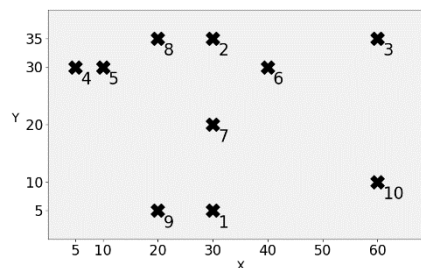

Abbildung 1: Layout mit Koordinaten (Längeneinheiten) der Halle (graue Fläche) und Maschinen (nummerierte Kreuze)
Die Koordinaten bzw. Anordnung der einzelnen Maschinen (nummerierte Kreuze) in einem Hallenlayout (graue Fläche) kann Abbildung 1 bzw. der bereitgestellten Datei *machine_positions.txt* entnommen werden. Die gesamte Fläche ist befahrbar und es befinden sich keine statischen oder dynamischen Hindernisse im Layout.
- Die Maschinen sind dimensionslos, d. h. die Fahrzeuge fahren exakt zu den angegebenen Koordinaten der Maschinen (siehe Abbildung 1), um ein Transportgut aufzunehmen oder abzugeben.